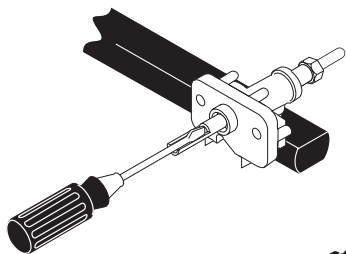

Figure 9
- Le brûleur de surface doit s'allumer lorsque le gaz est disponible au brûleur supérieur. En fonctionnement normal, chaque brûleur doit s'allumer dans un délai de quatre (4) secondes après que l'air ait été purgé des canalisations d'alimentation. Regardez si le brûleur est allumé.
4. Réglez la position LOW des robinets des brûleurs de surface réguliers (voir Figure 9):